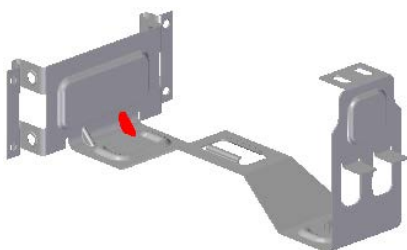

图 8.11.84 加固板特征 2
(5) 定义加固板放置类型。在“加固板”命令条中单击“加固板放置步骤”按钮 ；在“阵列类型”下拉列表中选择  选项，在  文本框中输入值 39，并按 Enter 键。
(6) 单击命令条中的  按钮，完成特征的创建。
Step39. 创建图 8.11.84 所示的加固板特征 2。
(1) 选择命令。在“主页”功能选项卡中“钣金”工具栏中单击  按钮，选择  加固板命令。
(2) 定义加固板轮廓形状。在“加固板”命令条中单击  按钮，在“加固板选项”对